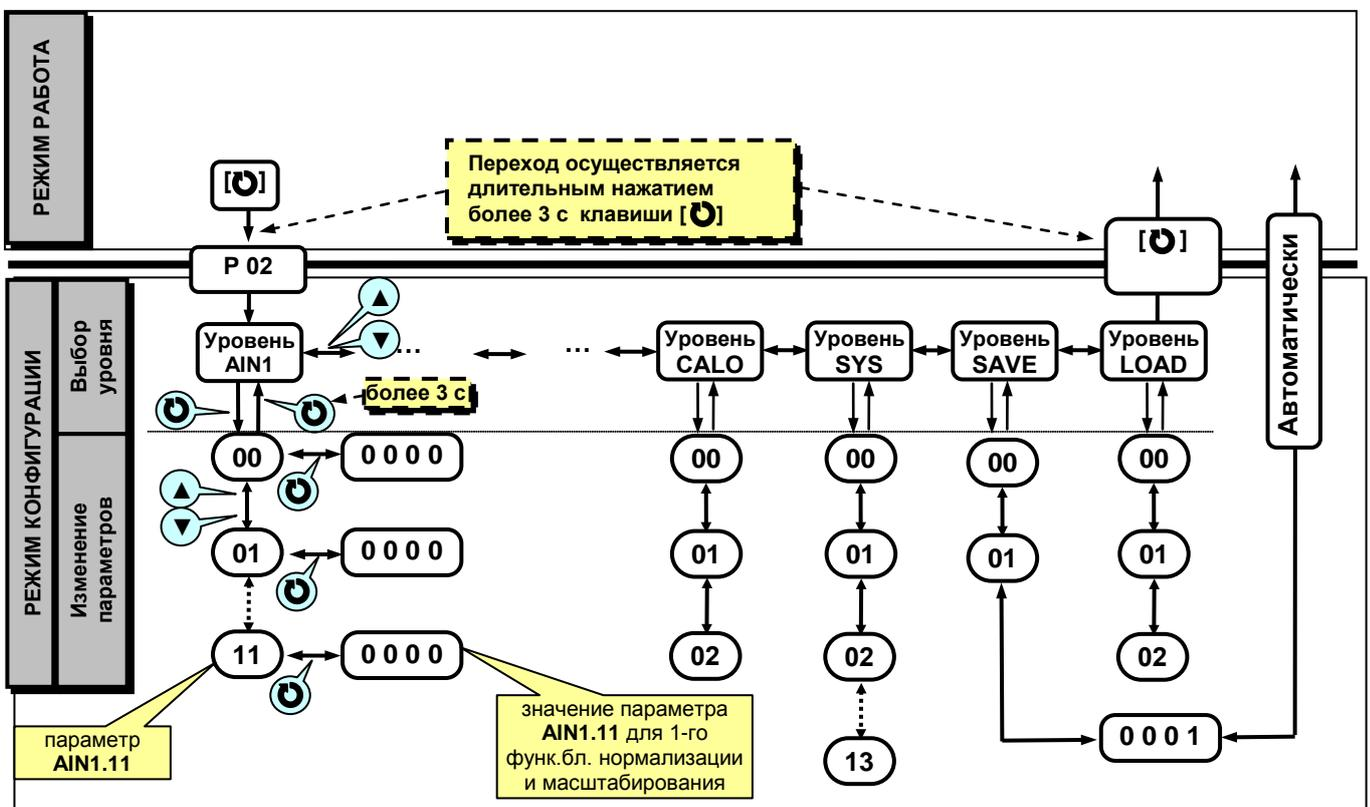

Рисунок 4.2 - Диаграмма уровней режима конфигурации и настроек
- Параметры, используемые в индикаторе ИТМ-110Н, сгруппированы в уровни и представлены на диаграмме – см. рисунок 4.2.
В дальнейшем по тексту руководства идет ссылка на параметр в виде XXXX.YY (например ALRM.00), где XXXX – название УРОВНЯ, а YY – номер пункта меню (смотри рисунок 4.2).